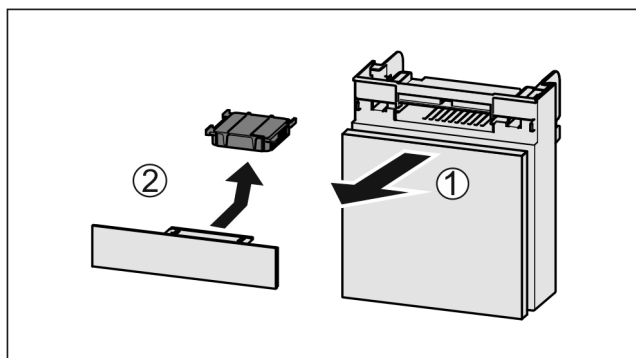

Fig. 185
- ▶ Zásuvku vytáhněte dopředu Fig. 185 (1).
- ▶ Filtr s aktivním uhlím vyjměte Fig. 185 (2).